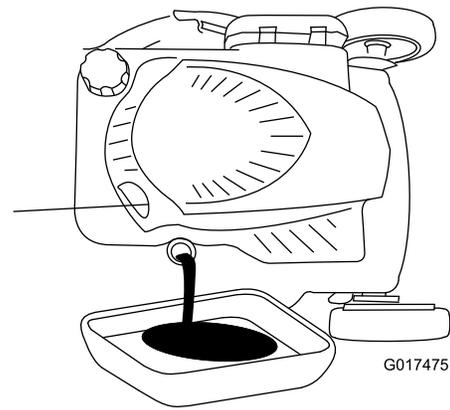

**Figura 40**
3. Retire la varilla girando el tapón en el sentido contrario a las agujas del reloj y tirando del mismo (Figura 40).